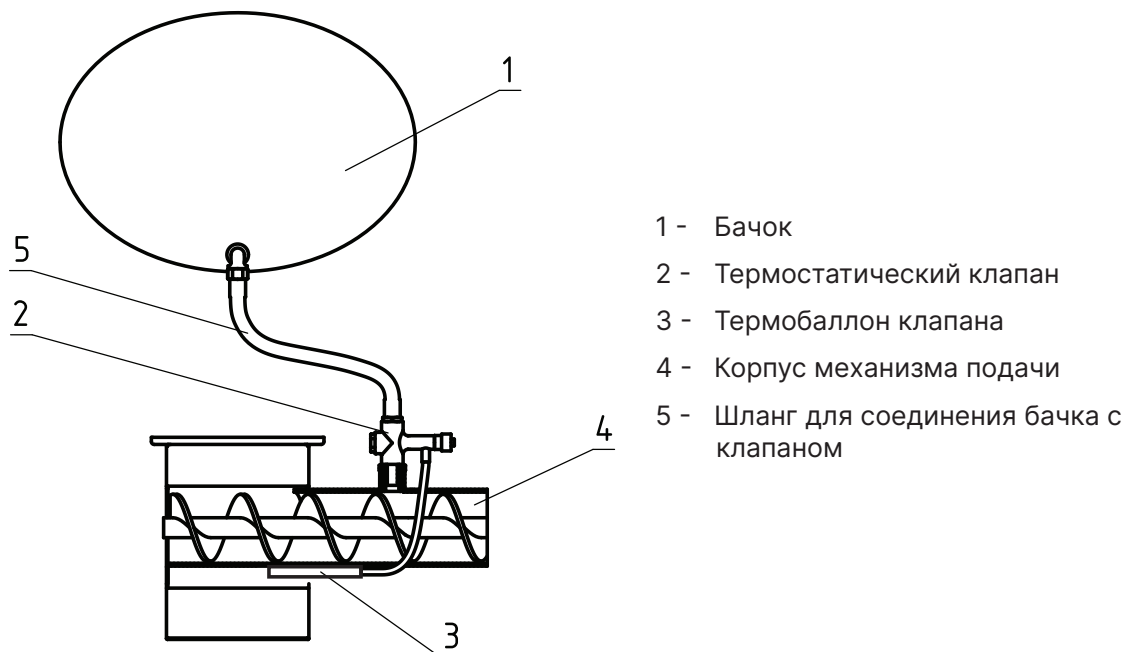

Рис.4 Система охлаждения топливопровода
- При использовании в качестве топлива топливных гранул, древесных пеллет или пеллет из лузги подсолнечника для обеспечения полной пожарной безопасности необходимо устанавливать систему охлаждения топливопровода (опция, **см. Рис.4**);
- В качестве опции доступна система охлаждения топливопровода (**см. Рис.4**);
Внимание! Термобаллон клапана (Рис.4, поз.3) должен быть зафиксирован в гильзе двумя винтами.